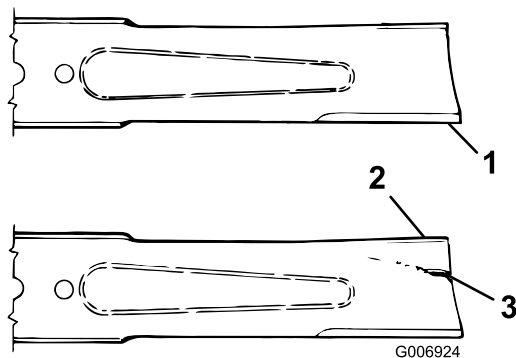

Figure 97
3. Examinez attentivement les tranchants de la lame, particulièrement au point de rencontre des parties plane et relevée (Figure 97).
4. Remplacez la lame si elle est usée (Figure 97) ; voir Entretien du plan de la lame \(page 68\).